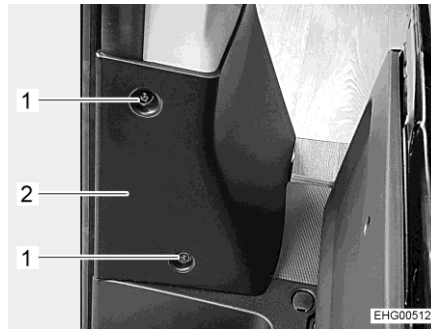
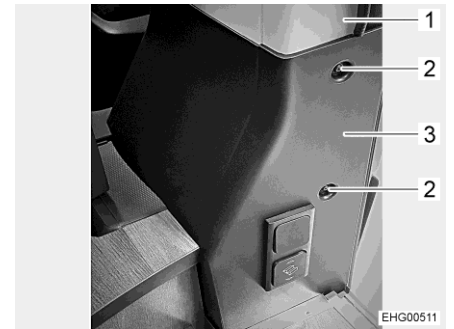

Fig. 75 Copertura (vista dalla porta della cabina di guida)
Fig. 76 Copertura (vista dalla porta scorrevole)
- Svitare le 2 viti (Fig. 75,1) e le 2 viti (Fig. 76,2) e rimuovere la copertura (Fig. 75,2 e Fig. 76,3) dal montante B (Fig. 76,1).